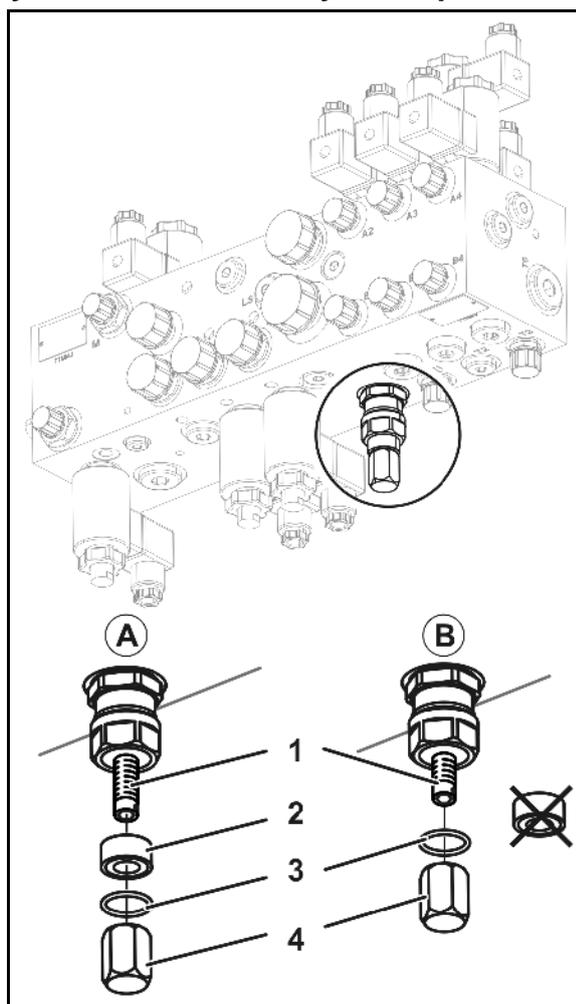

Fig. 49
- utiliser des douilles d'écartement (Fig. 49/A)